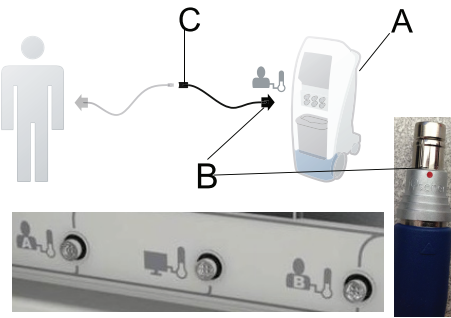

图 16 –
- 将**可重复使用适配器电缆** (B) 上的红点与控制仪 (A) 患者探头端口 A 或端口 B 对齐（图 16）。